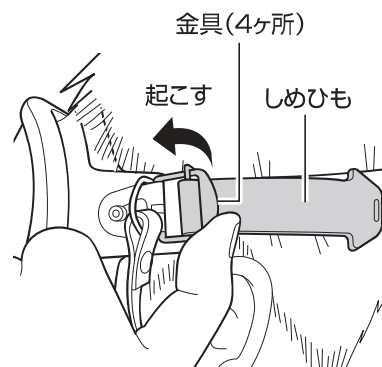

図 38 面体を外す
- ・ 面体のしめひもをゆるめる場合、親指の腹で金具を起こすとゆるみます。(図 38 参照)